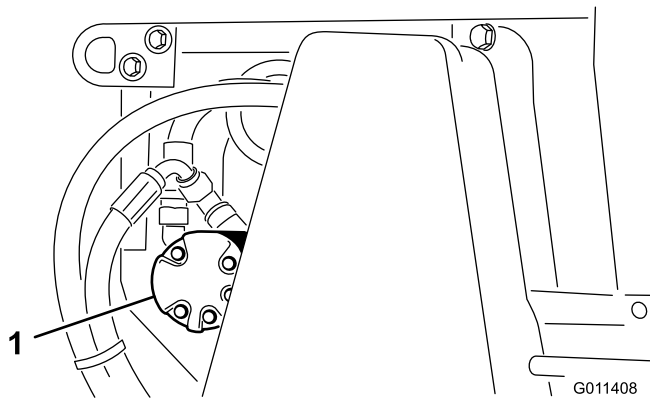

Figura 23
2. Desaperte as porcas que seguram o motor da escova (Figura 23) ao lado esquerdo da máquina.